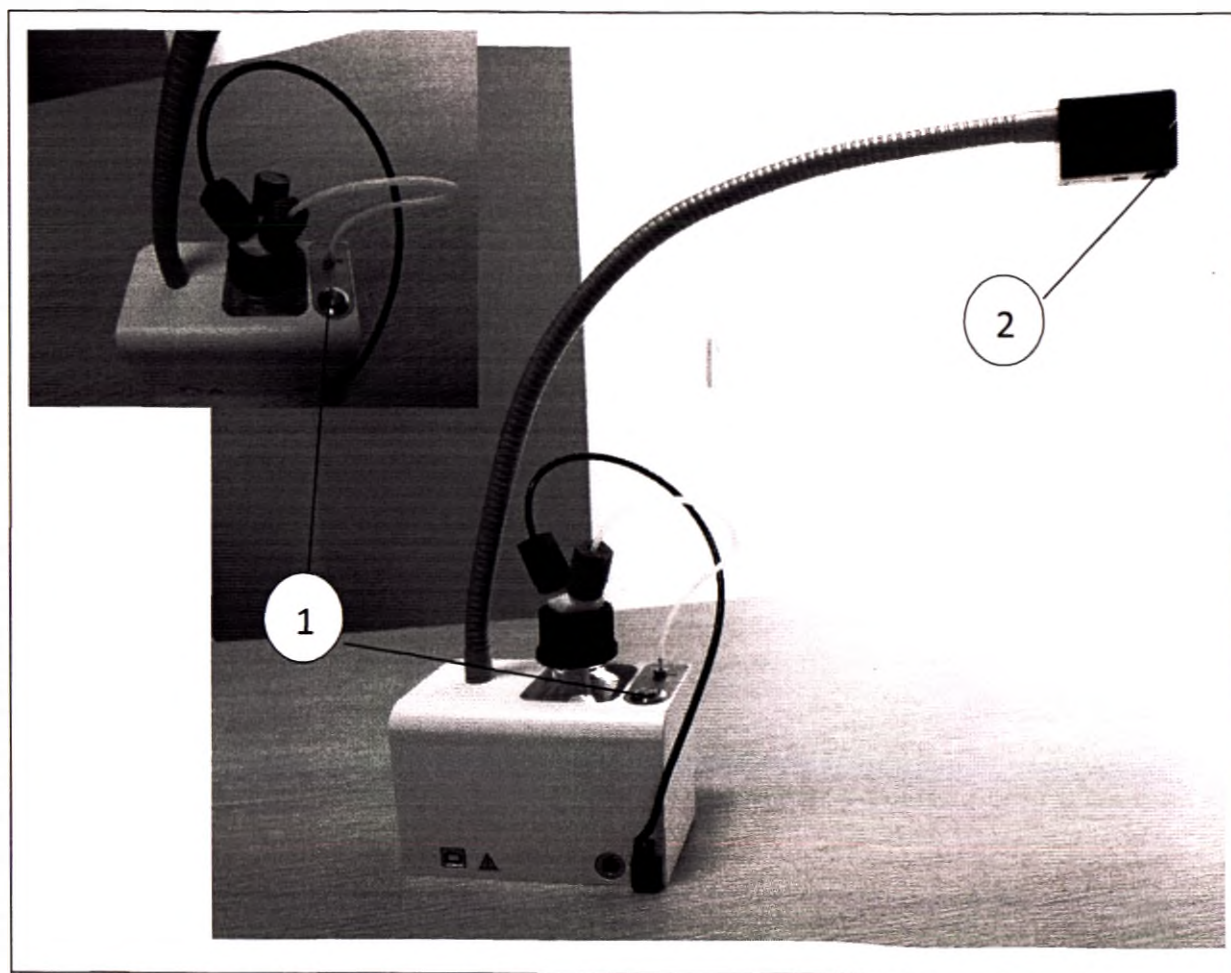

Рисунок 130
1. Перед началом работы, а также при дополнении иммерсионного масла в бутылку необходимо осуществить прокачку масла с помощью кнопки прокачки (① Рисунок 130). Во избежание попадания масла на поверхности, кожу, одежду, глаза процедура прокачки осуществляется над предварительно подготовленным сосудом.